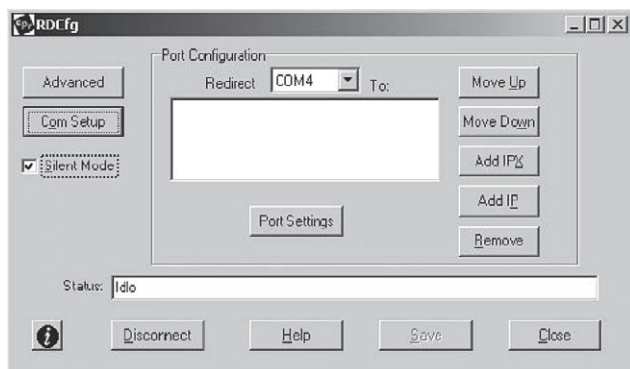

Рис. 26. Окно конфигурации программы Com Port Redirector с установленным флажком Silent Mode
4. Чтобы запретить появление окна с сообщениями, в окне настройки программы «Com Port Redirector» установите флажок *Silent Mode* (рис. 26).